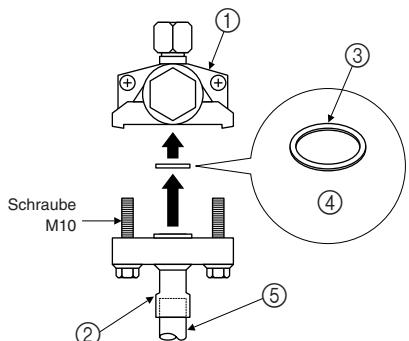

Fig. 5-2
- (3) Den Anschluss der Rohrleitung auf der Gasseite mit folgendem Verfahren vornehmen. (Fig. 5-2)